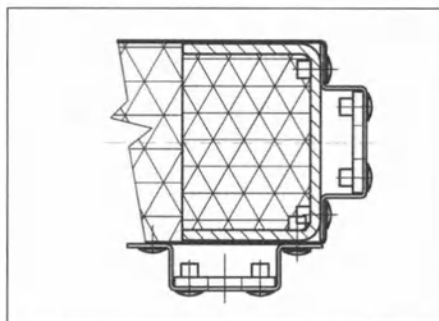

Рис.13 J - дверная передняя правая
- J - дверная передняя (рис. 13)